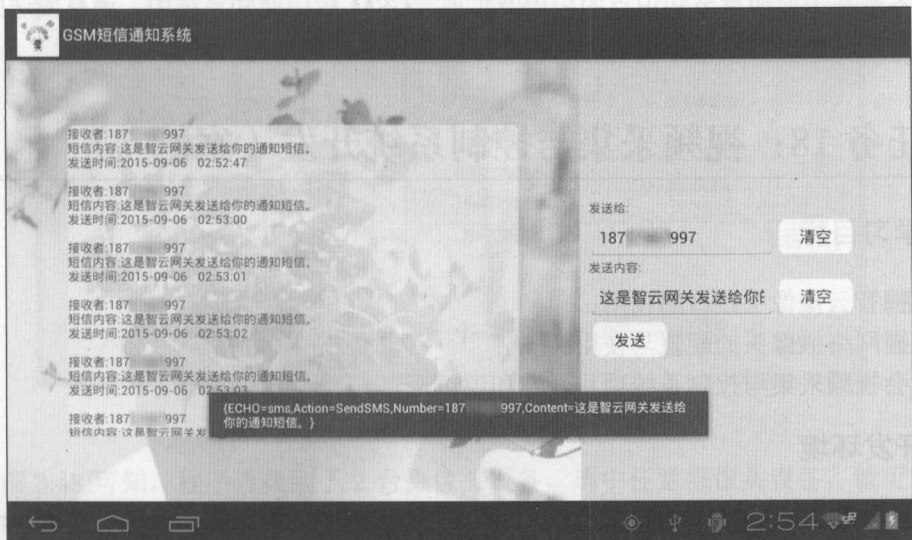

图 3.45 短信发送界面
(1) 根据实际硬件平台修改代码中的智云 ID/KEY、服务器地址。
- (2) 编译 SMSNotification 工程, 并安装应用程序到 Android 开发平台或 Android 终端内。
(3) 设置 Android 终端设备接入到互联网或者与智云 Android 开发平台设备在同一个局域网内。进入 GSM 短信通知系统主界面, 在主界面弹出“连接网关成功”消息后即表示连接到智云服务中心, 程序功能实现如图 3.45 所示。